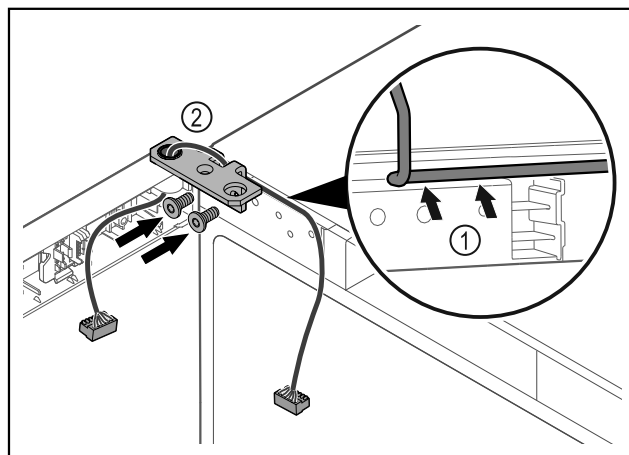

Fig. 44
- Dirijați cablul prin degajarea colțarului balamalei și dispuneți-l cu precauție Fig. 44 (1).
- Înșurubați Fig. 44 (2) colțarul balamalei.